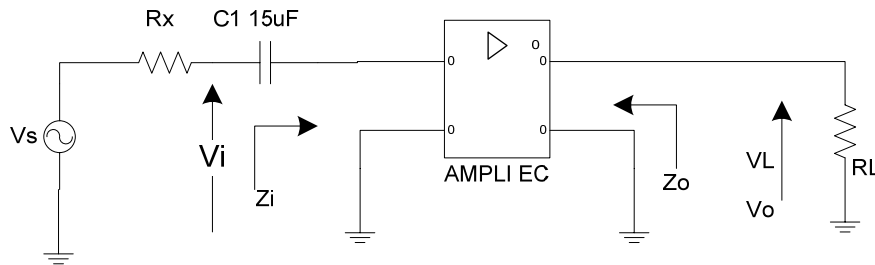

FIG 2.- MESURER L'IMPEDANCE D'ENTRÉE et DE SORTIE
- Ajouter a l'entrée du circuit une résistance Rx de 1 kohm. (voir Fig 2.)